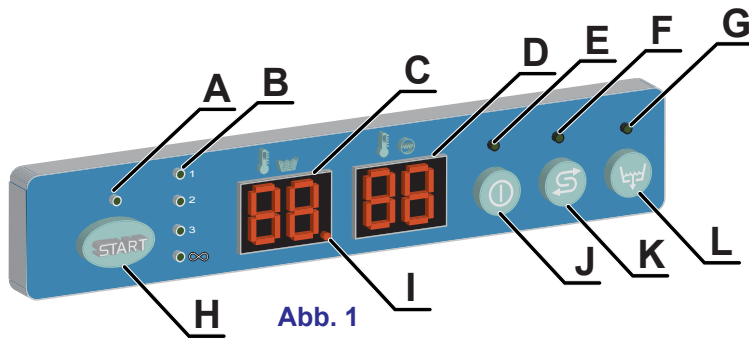

Abb. 1
Die Taste **J** gedrückt halten (siehe Abb. 1).
- Zur Auswahl des Spülprogramms (1, 2, 3, ∞) die Taste **H** gedrückt halten (siehe Abb. 1). Das Display zeigt nacheinander die verfügbaren Programme. Sobald das geeignetste Programm erscheint, die Taste loslassen. Das grüne LED **B** schaltet sich in Übereinstimmung mit dem ausgewählten Zyklus (1, 2, 3, ∞) ein.
- Den Zyklus durch Drücken der Taste **H** für max. 1 Sek. (siehe Abb. 1). Der Zyklusstart wird durch das Blinken des LED des ausgewählten Zyklus signalisiert. Nach Zyklusende leuchtet das LED wieder stetig und der Schriftzug **END** erscheint auf dem Display.
Anm.: Die Maschine akzeptiert keine anderen Zyklen bis die Tür nicht geöffnet oder zwei Mal die Taste **H** gedrückt wird (siehe Abb. 1).